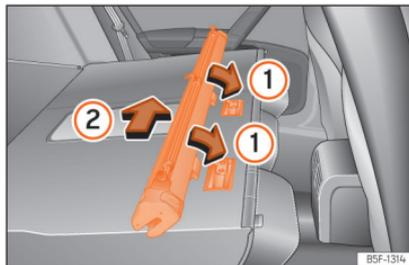

Abb. 141 Einbau der Netztrennwand an den Rücksitzlehnen
- Ordnen Sie die Schale des Netzes in der Unterseite der Stützschiene in Pfeilrichtung an »» **Abb. 141** ①.
- Drücken Sie die Schale nach links vom Fahrzeug in Pfeilrichtung »» **Abb. 141** ② und bis zum Anschlag.
- Ziehen Sie am Gehäuse des Netzes ca. 5 cm gegen die Pfeilrichtung »» **Abb. 141** ②.
- Nehmen Sie den Einsatz der Netztrennwand aus den Halteschienen, indem Sie entgegen der Pfeilrichtung »» **Abb. 141** ① ziehen.